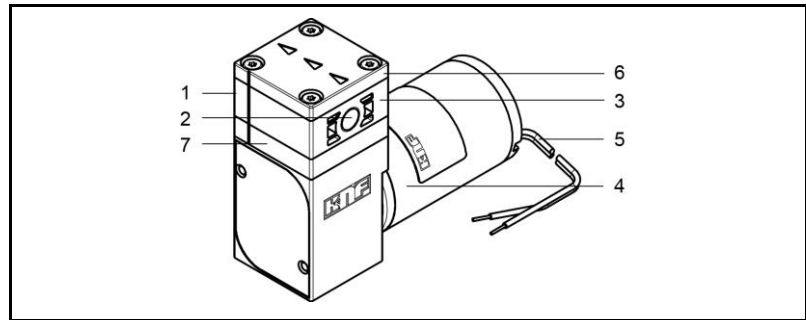

Fig. 1: Membran – Flüssigkeitspumpe NF 100
* Der Pumpenkopf besteht aus Anschlussplatte und Zwischenplatte (Fig.1)